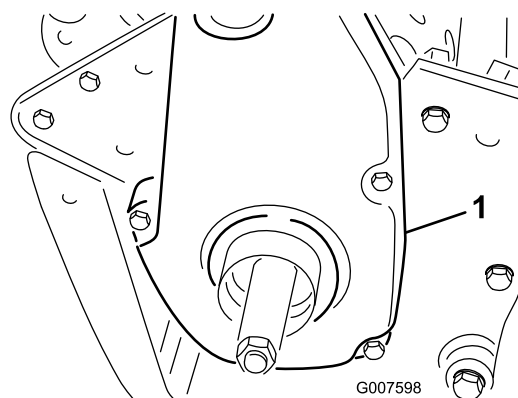

Figura 40
1. Togliete i dispositivi di fissaggio del copricinghia e il copricinghia per accedere alla cinghia (Figura 40).